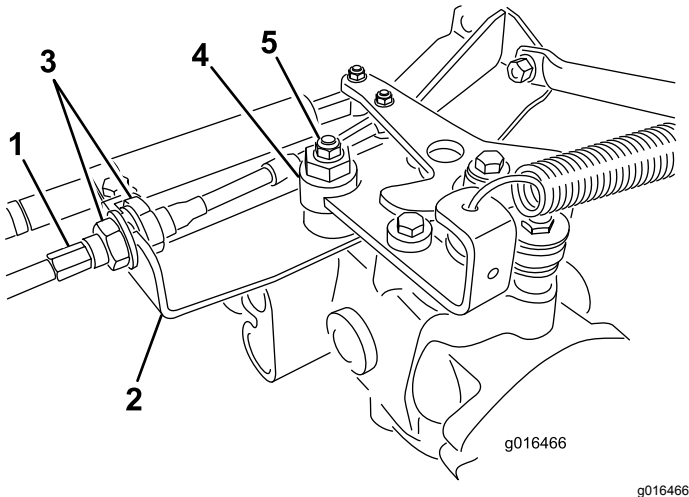

Figura 47
- A. Afloje las dos contratuercas que fijan el cable de control de tracción a la escuadra del hidrostato (Figura 47). Asegúrese de aflojar ambas contratuercas uniformemente, y lo suficiente como para permitir el ajuste.
**Nota:** Afloje la tuerca que sujeta el excéntrico a la parte superior del hidrostato (Figura 47).
- E. Cuando la rueda deje de girar, apriete la tuerca para bloquear el excéntrico y el ajuste (Figura 47).
- G. Desde cada lado de la escuadra, apriete las contratuercas uniformemente, fijando el cable de tracción a la escuadra (Figura 47). No tuerza el cable.